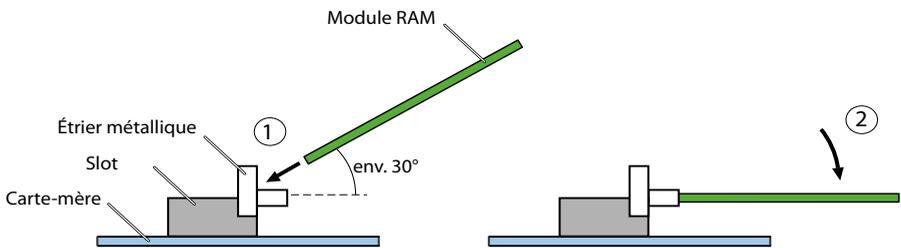

Fig. 79 Remplacer le module RAM
4. Placez le module légèrement de biais dans le slot désiré (voir Fig. 79).